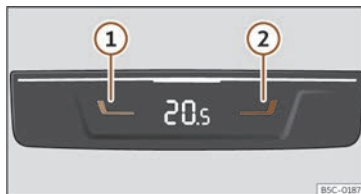

Fig. 147 A la part posterior de la consola central: comandaments per a les places del darrere.
- Premeu les tecles **1** i **2** » » **fig. 147** per ajustar la temperatura de la zona posterior.